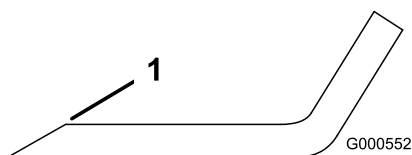
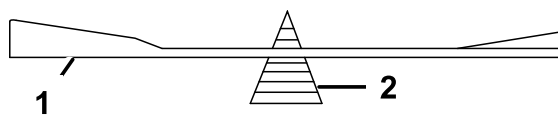

Figure 48
Figure 49
- Au moyen d'une lime, aiguiser les tranchants aux deux extrémités de la lame (Figure 48) Veillez à conserver l'angle de coupe d'origine. Limez la même quantité de métal sur chacun des deux tranchants pour ne pas déséquilibrer la lame.
- Vérifiez l'équilibre de la lame en la plaçant sur un équilibreur (Figure 49). Si la lame reste horizontale, elle est équilibrée et peut être utilisée. Si la lame est déséquilibrée, limez un peu l'extrémité de la partie relevée seulement (Figure 48). Répétez la procédure jusqu'à ce que la lame soit équilibrée.